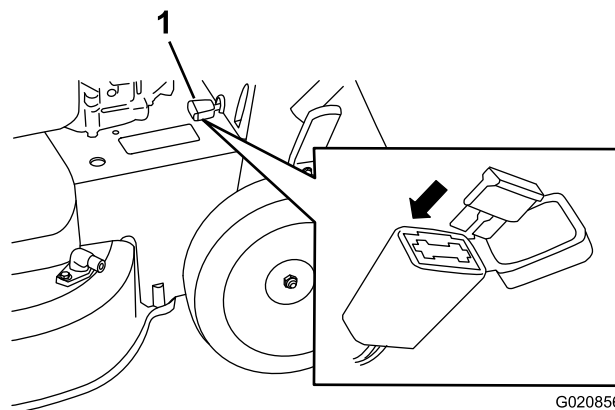

Figure 35
1. Ouvrez le porte-fusible hermétique et remplacez le fusible (Figure 35).